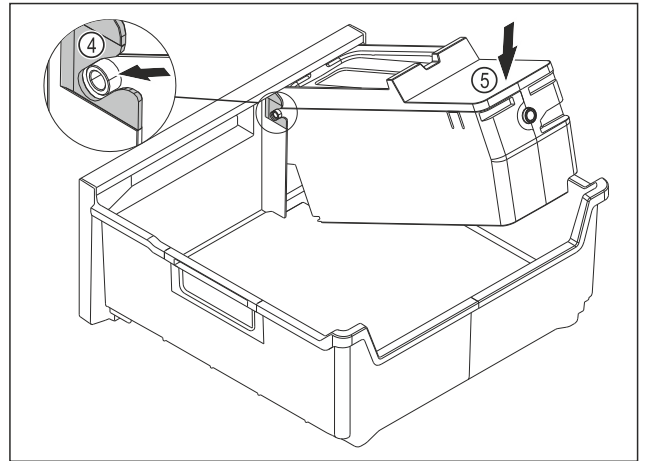

Fig. 149
- ▶ EasyTwist-Ice-Korpus montieren: Achsen des EasyTwist-Ice-Korpus in die Führungen Fig. 149 (4) einschieben.
- ▶ EasyTwist-Ice-Korpus Fig. 149 (5) hinten nach unten drücken.